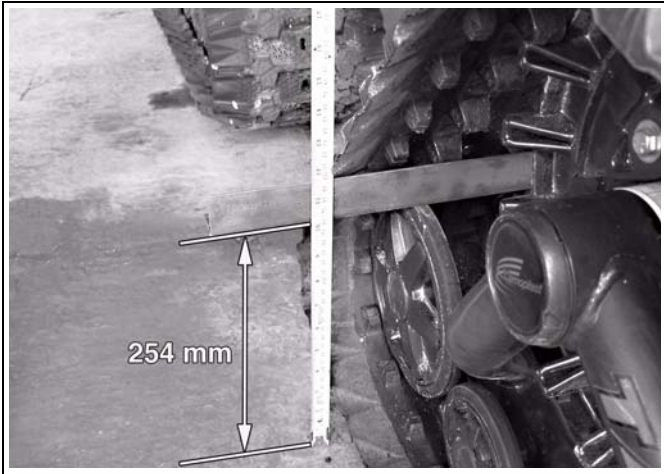

Abbildung 4
- Setzen Sie ein Flacheisen auf den Hinterrädern des Raupenkettensystems ein und messen Sie den Abstand wie in Abbildung 4 dargestellt.